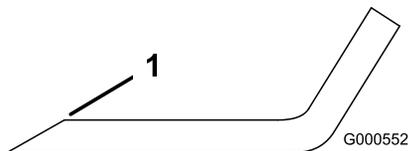
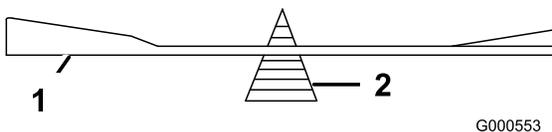

Figure 45
Figure 46
- Au moyen d'une lime, aiguiser les tranchants aux deux extrémités de la lame (Figure 45). Veillez à conserver l'angle de coupe d'origine. Limez la même quantité de métal sur chacun des deux tranchants pour ne pas déséquilibrer la lame.
- Vérifiez l'équilibre de la lame en la plaçant sur un équilibreur (Figure 46). Si la lame reste horizontale, elle est équilibrée et peut être utilisée. Si la lame est déséquilibrée, limez un peu l'extrémité de la partie relevée seulement (Figure 45). Répétez la procédure jusqu'à ce que la lame soit équilibrée.